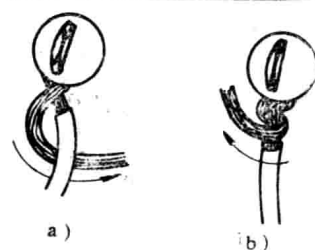

图2 多股芯线连接方法
(3) 把芯线弯成的圆圈套在螺钉上, 圆圈弯曲的方向应跟螺钉旋转方向一致, 拧紧螺钉, 通过垫圈紧压导线;
(4) 对多根芯线则要把芯线绞紧, 顺着螺钉旋转方向绕螺钉一圈, 再在线头根部绕一圈, 然后旋紧螺钉, 剪去余下的芯线, 见图2。